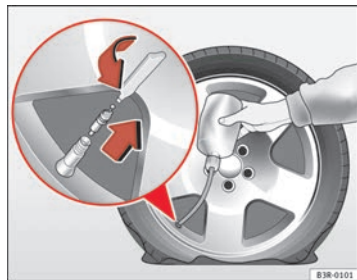

Fig. 185 Efectuar la reparación
- Retire la caperuza de la válvula del neumático y desenrosque el obús de la válvula con el útil que se suministra ⇒ **fig. 185**.